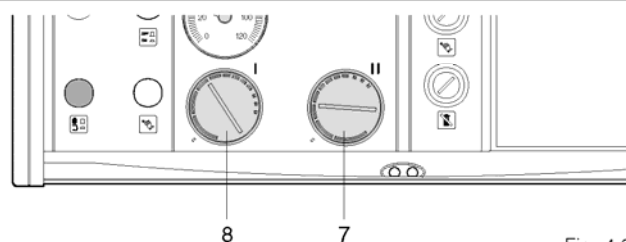

Fig. 4.3
- Установите термостат котла (8), который управляет розжигом 1-й ступени горелки на температуру приблизительно 80°C, а термостат (7), который управляет розжигом 2-й ступени горелки на температуру приблизительно 70°C (рисунок 4.3).